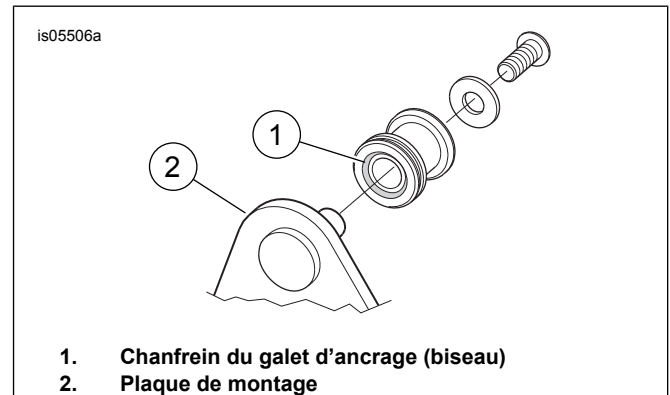

Figure 1. Installation du galet d'ancrage
TOUS les modèles : Voir la Figure 1. Attacher les galets d'ancrage sur les plaques d'ancrage (2) avec le chanfrein (1) en tournant la plaque et le côté plat vers l'extérieur.